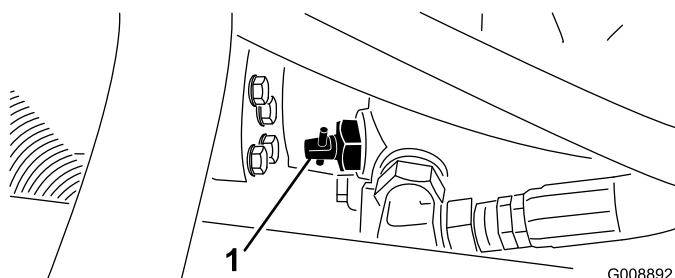

Figura 38
1. Localize a válvula de derivação na bomba (Figura 38) e rode-a 90°.